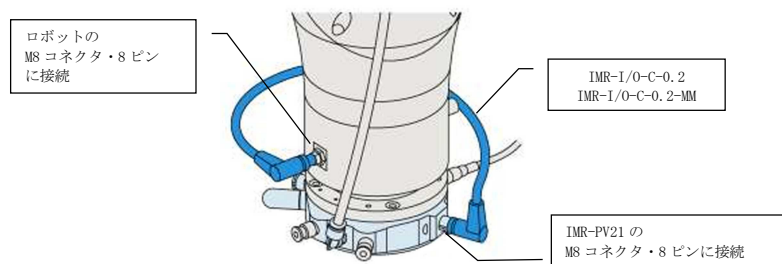

図 21
7.4 ロボットへの I/O ケーブル接続 (図 21 参照)